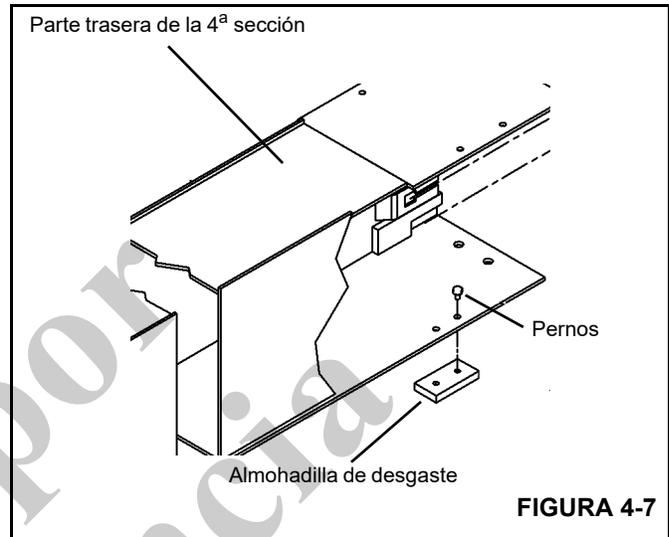

FIGURA 4-7
2. Fije las almohadillas de desgaste traseras a la parte inferior de la 4ª sección según se marcaron durante el retiro. Aplique pasta selladora de roscas Loctite 243 (azul) a todos los pernos de montaje de las almohadillas de desgaste (Figura 4-7).